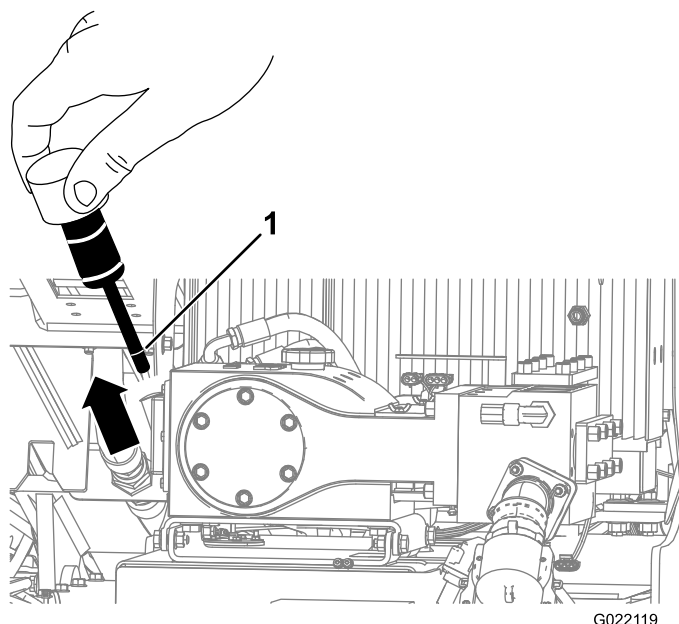
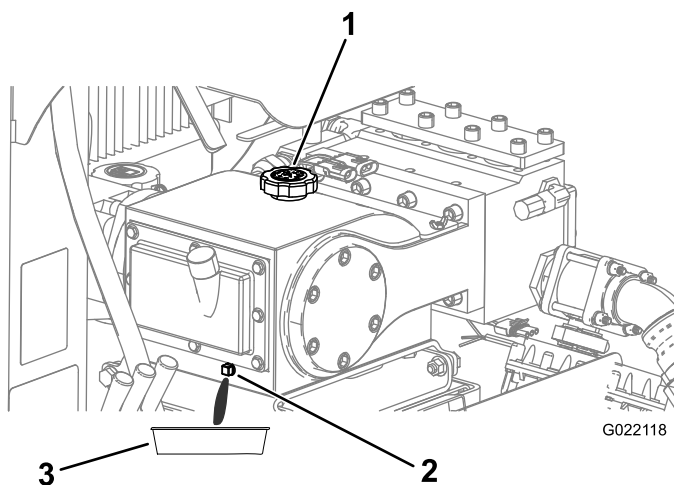

Figura 147
Figura 148
3. Retire la varilla de aceite (Figura 147).
4. Asegúrese de que el nivel de aceite llega a la línea de llenado de aceite (Figura 147).
4. Retire el tapón de vaciado y coloque un recipiente debajo del orificio del tapón de vaciado (Figura 148).
6. Deje que se drene el aceite del tapón de vaciado en el recipiente (Figura 148).
8. Retire el tapón de llenado de aceite (Figura 148) y añada aproximadamente 1.9 litros (2 cuartos de galón) de aceite, hasta que el aceite llegue a la línea de llenado de aceite de la varilla, según se muestra en (Figura 147).